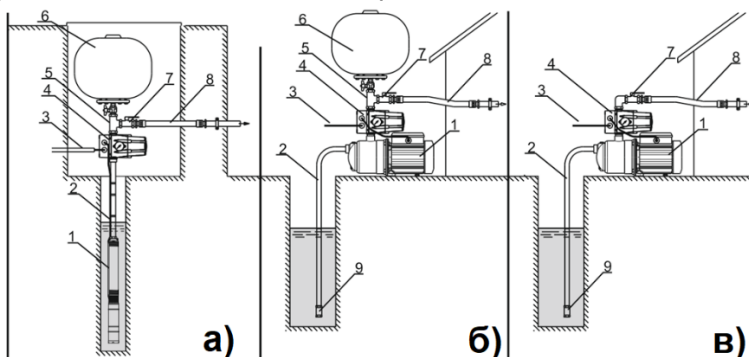

Рисунок 2. Схема встановлення виробу.
1. Виконати монтаж контролера тиску у вихідну магістраль після насоса згідно із проектною документацією, незалежно на горизонтальній чи вертикальній ділянці трубопроводу (рис. 2). Під час встановлення та герметизації контролера уникати надмірних зусиль, щоб не пошкодити нарізку патрубків контролера та виключити залишкові зусилля від трубопроводів.